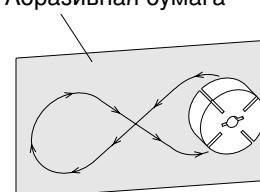

Рис. 28. Зачистка ротора абразивной бумагой
14. На плоскую поверхность положите лист мелкозернистой абразивной бумаги (зернистость 600). Без нажима проведите четыре раза ротором по бумаге, описывая фигуры типа восьмерки (см. рис. 28).